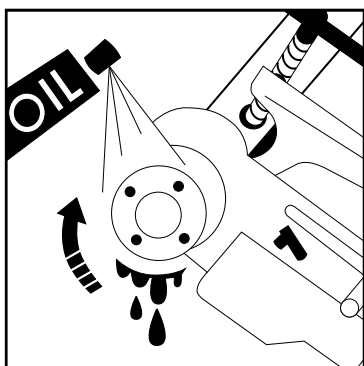

Рис. 4
5.4 При нарезании резьбы необходимо обильно смазывать зону резания смазочно-охлаждающей жидкостью(СОЖ), рис. 4 – это продлит срок службы ных головок.